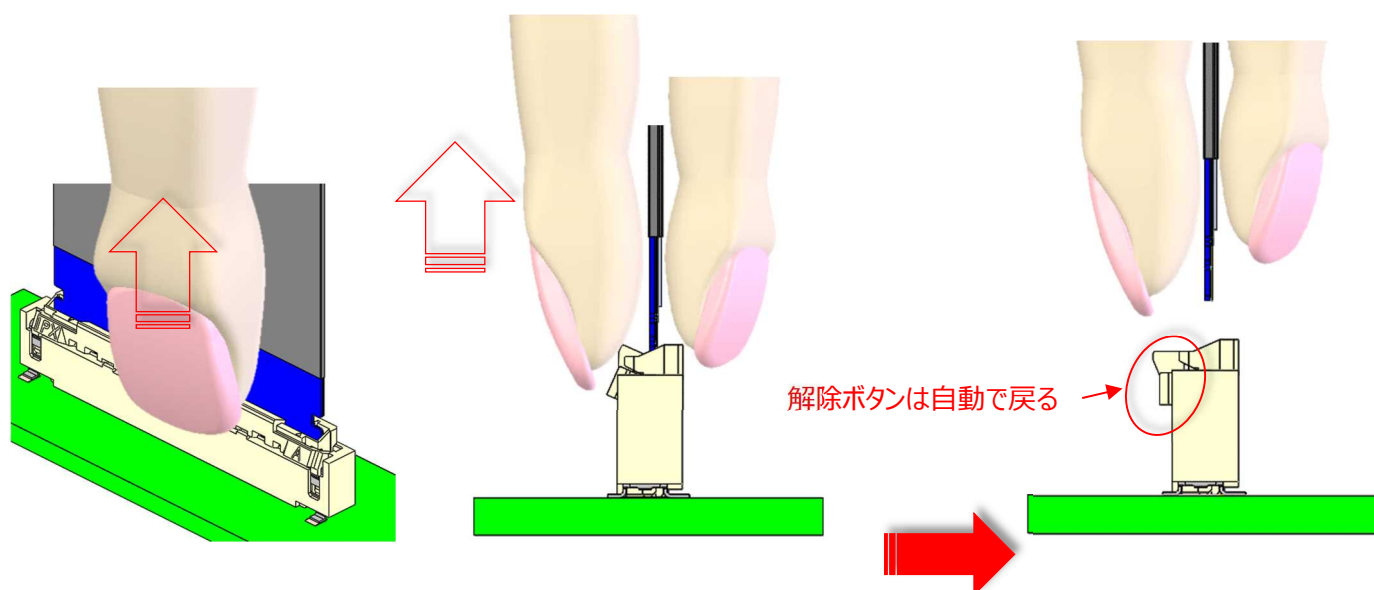

図. 3-2 FFC/FPC 抜去方法 2
- ② 図 3-2 の様に、確実にロック解除ボタンを押したまま FFC/FPC を嵌合間口に対し垂直に引き抜く。